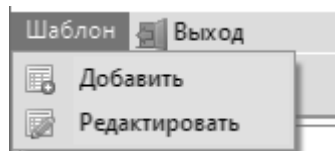

Рисунок 6 - Выпадающий список
1.1) «Шаблон». При нажатии на кнопку открывается выпадающий список (Рисунок 6 - Выпадающий список), с кнопками для добавления или редактирования шаблона. **ВНИМАНИЕ!** Данная кнопка отображается только в том случае если у Вас есть доступ для добавления или редактирования Шаблонов;